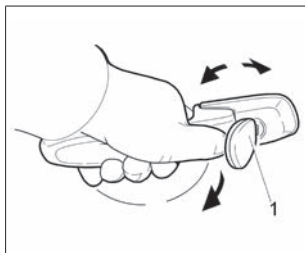

Рис. 3. Открывание двери
**Передние двери** блокируются: снаружи – ключом **1** (рис. 3) или (**в варианном исполнении**) пультом дистанционного управления; изнутри – нажатием на кнопку блокировки **1** («утапливанием») (рис. 4а, 5а) в двери или (**в варианном исполнении**) кнопкой  в модуле двери водителя (рис. 6б). Блокировать замок можно только при закрытых дверях. Кнопка  в модуле двери водителя (**в варианном исполнении**) служит для одновременной блокировки или разблокировки дверей автомобиля. При нажатии на эту кнопку происходит смена состояния замков дверей. Например, если двери автомобиля были разблокированы, то после нажатия на эту кнопку двери блокируются, и наоборот.